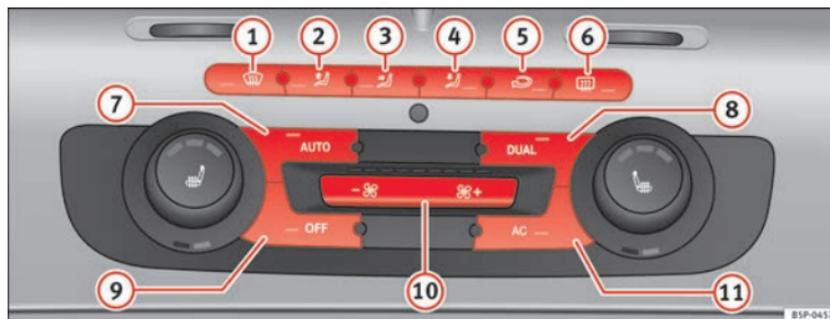

Fig. 134 Comandos do 2C-Climatronic no painel de instrumentos.
- Para activar o modo manual premir um dos botões do ⇒ página 167, fig. 134 (1) ao (5), ou premir os botões do ventilador (10). A função seleccionada aparecerá no visor do rádio ou do navegador.
- Premir o botão ⇒ página 167, fig. 134 , para ligar e desligar o modo de recirculação do ar. Está ligada se no visor é apresentado o símbolo .